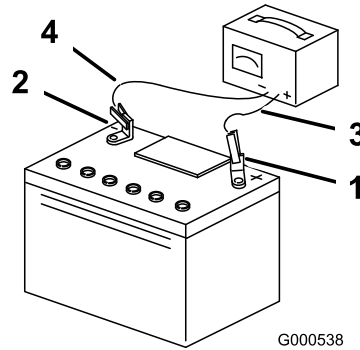

Figura 50
- Quando a bateria estiver totalmente carregada, desligue o carregador da tomada elétrica e em seguida desligue os cabos do carregador dos bornes da bateria (Figura 50).